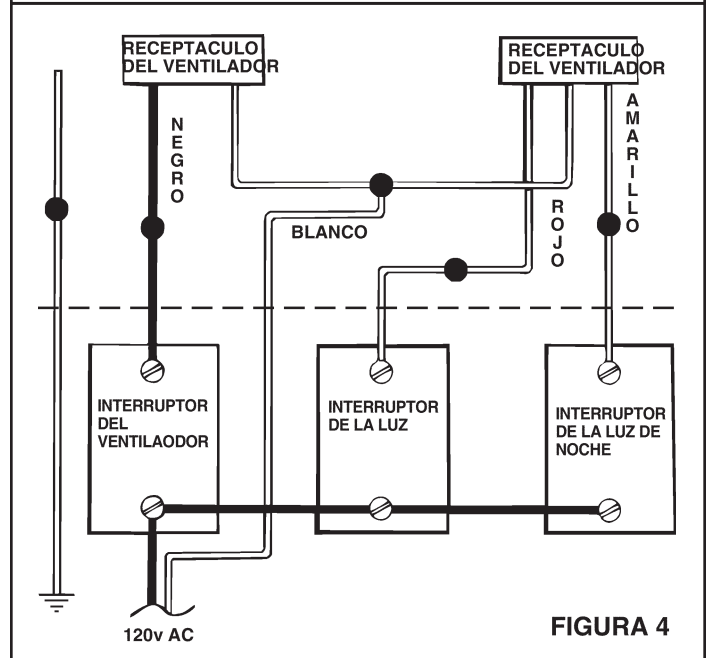

FIGURA 4
1. Pase el cableado de la casa de 120v CA desde un interruptor de pared a la ubicación del ventilador. Vea la Figura 4.
4. Refiérase a la Figura 4. Conecte los cables blancos de los receptáculos del ventilador y de la luz la cable blanco (neutro) de la alimentación. Conecte el cable negro al cable del interruptor del ventilador. Conecte el cable rojo al cable del interruptor de la luz. Conecte el cable amarillo al cable del interruptor de la luz de noche.